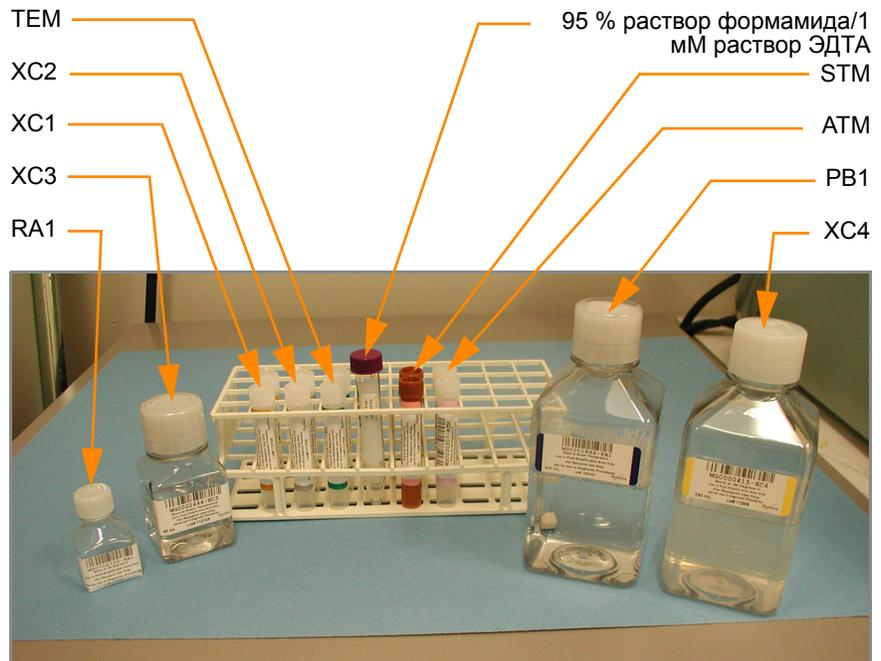

Рис. 62 Пробирки и флаконы с реактивами для окрашивания XStain чипов HD BeadChip
- ▶ Поместите все пробирки с реактивами на штатив в том порядке, в котором они будут использоваться (Рис. 62). Если реактивы заморожены, разморозьте их до комнатной температуры и центрифугируйте при 3000 xg в течение 3 минут.